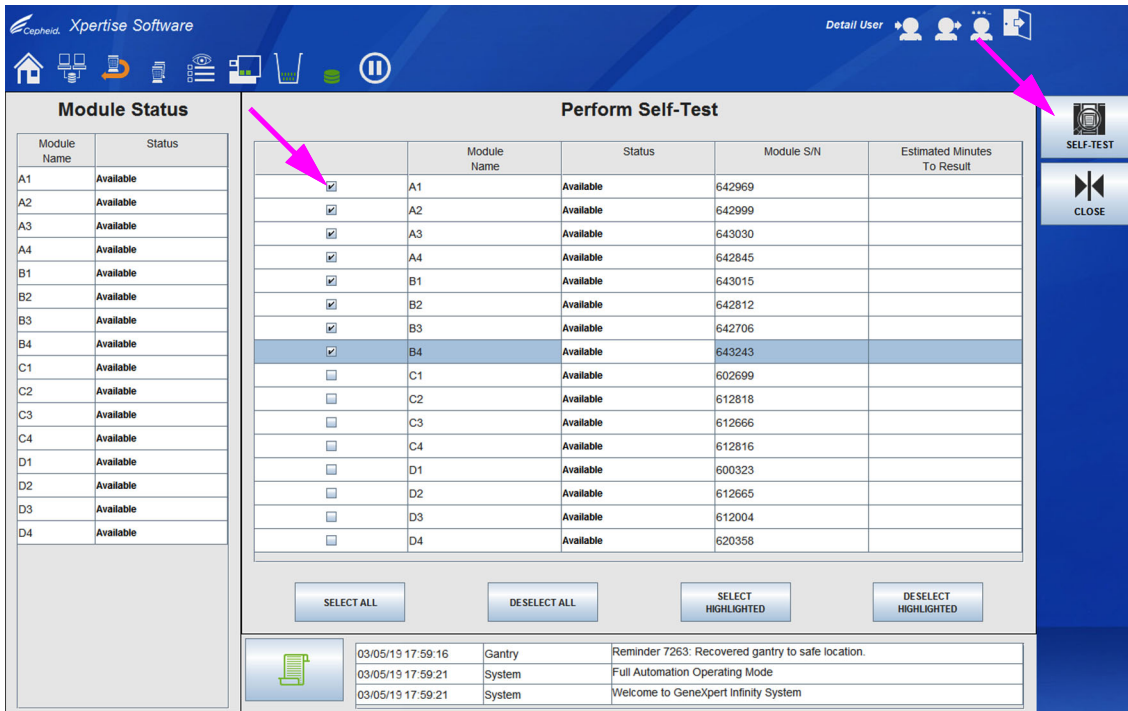

图 9-65. 执行自检 (Perform Self-Test) 工作区
3. 在 GX 维护菜单中，选择**执行自检 (PERFORM SELF-TEST)** 按钮（请参见图 9-58）。显示执行自检 (Perform Self-Test) 工作区。请参见图 9-65。
4. 选择想要执行自检的每个模块旁边的复选框。请参见图 9-65。您可以逐一选择模块，或者选择执行自检 (Perform Self Test) 工作区底部的以下任意一个按钮，从而选择一组模块：